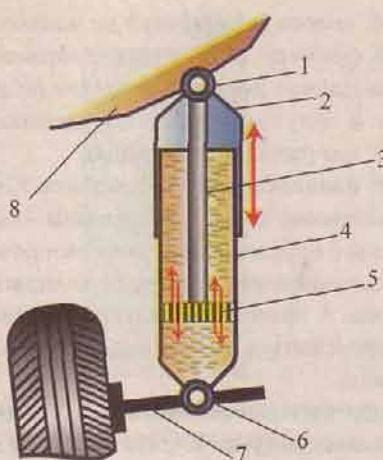

Рис. 42. Схема амортизатора
**Гасящий элемент подвески – амортизатор** (рис.42) необходим для гашения колебаний кузова за счет сопротивления, возникающего при перетекании жидкости через калиброванные отверстия из полости «A» в полость «B» и обратно (гидравлический амортизатор). Также могут применяться газовые амортизаторы, в которых сопротивление возникает при сжатии газа.